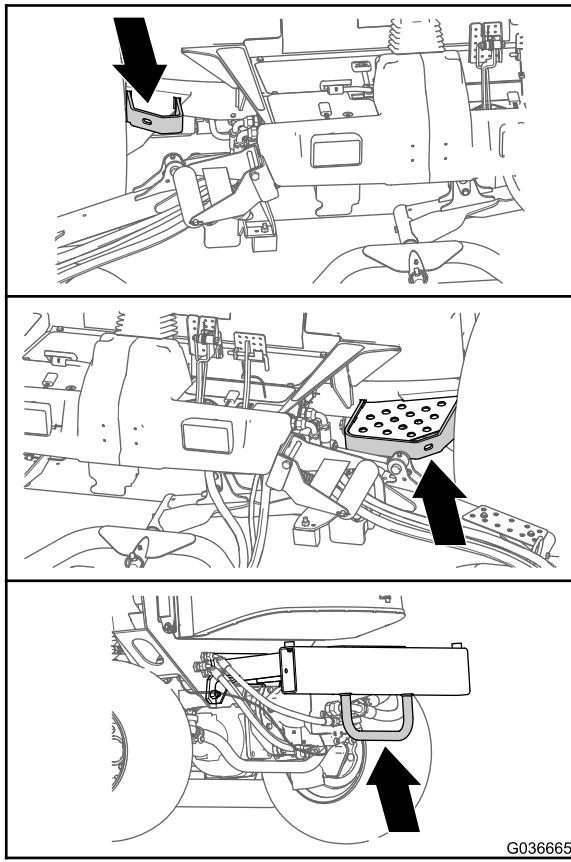

图 33
- 操作员平台旁边机架的两侧 图 33
- 在后缓冲器上 (图 33)